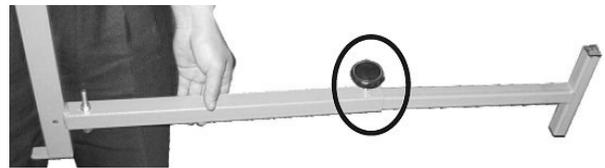

Abb. 17: Standfüße verbinden
Schritt 4: Verbinden Sie die Standfüße (Abb.17) mit den "U"-Träger des Auslegersets und verriegeln Sie sie mit dem Drehknopf.